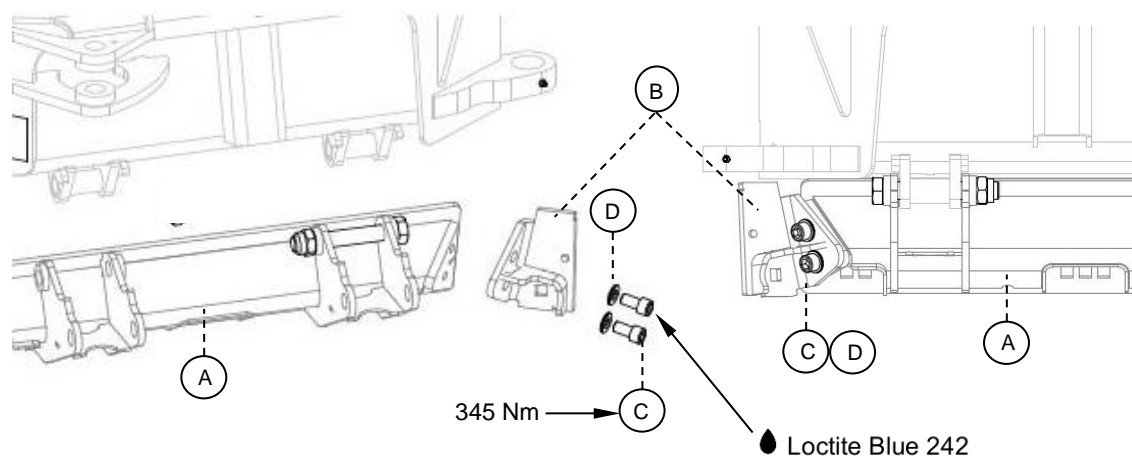

Bild.35
På plogens ställhållare (A) sitter det även en ställhållare (B) för de mitre stålen. (se avsnitt 1.10). Kontrollera positionen och slitage. Vi en kraftig påkörning kommer bultarna (C) att fungera som brytbultar. Återmontera (se Bild.35) med rätt typ och bultar (C) art.nr. **SOP780053** och alltid med nya Nordlockbrickor (D) art.nr. **NL16SP** med rätt åtdragningsmoment. Rekommenderas även använda **Loctite Blue 242** eller likvärdig.